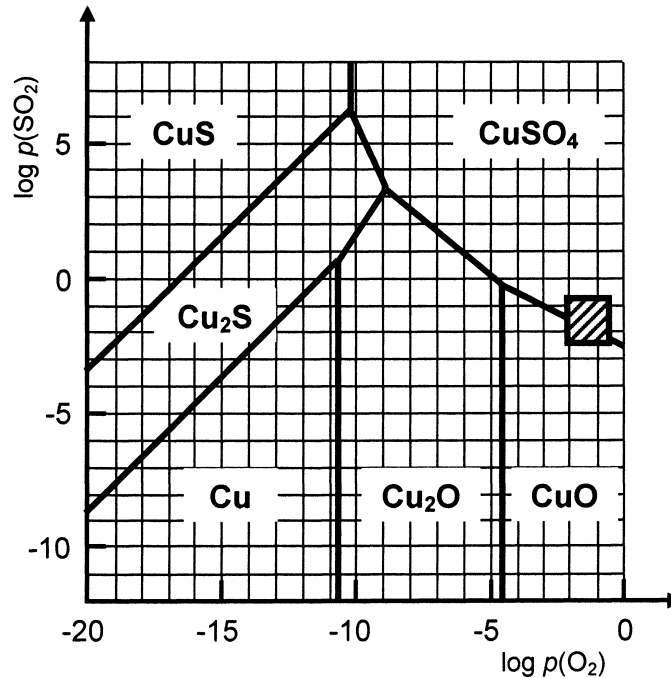

Figure c1
Ce diagramme doit être réalisé sur le document-réponse (2) fourni avec le sujet, et doit être rendu avec la copie. Pour faciliter sa construction, sont fournis (figures c1 et c2) les diagrammes similaires établis, également à 950 K, pour les systèmes Cu-O-S et Fe-O-S.
- A12.** Représenter sur le document-réponse (2) (sous forme de traits discontinus) les nouveaux tracés de la droite B pour les trois températures mentionnées.
Sur le document-réponse (2), comme sur les figures c1 et c2, apparaît une zone hachurée qui correspond aux domaines de variation des pressions partielles de dioxygène et de dioxyde de soufre, telles qu'elles sont rencontrées dans les fours de grillage, soit plus précisément :